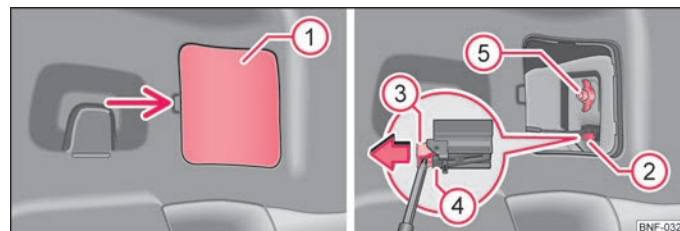

Fig. 123 Afmontering af baglygte
- Vip afdækningen ① af → Fig. 123, skub skruetrækkeren fra bilens værktøj ind under underkanten af låsemekanismen ③, og træk låsemekanismen på stikket ② i pilens retning.
- Tryk på låsemekanismen ④, og træk stikket ② af.
- Hold fast i baglygten med den ene hånd, og skru kunststofmøtrikken ⑤ af med den anden hånd.
- Hold fast i baglygten med den ene hånd, og skru kunststofmøtrikken ⑤ på med den anden hånd, og spænd den fast ⇒ Fig. 123.
- Sæt stikket ② ⇒ Fig. 123 på pæreholderen, og tryk låsemekanismen i retning mod baglygten.
- Vip afdækningen ① tilbage ⇒ Fig. 123, monter bagagerumsafdækningen, og luk bagklappen.